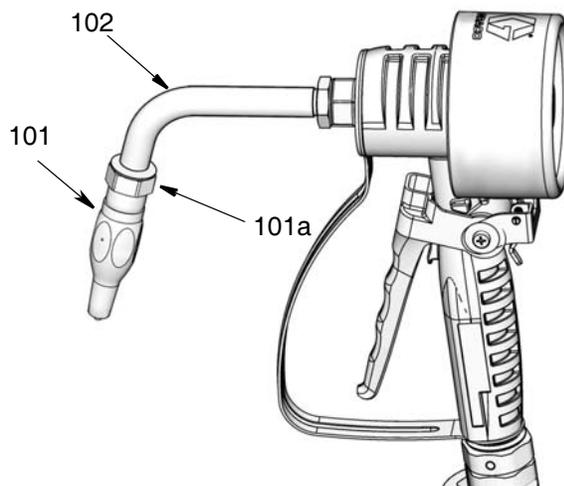

FIG. 7
5. Instale la boquilla (101):
**NOTA:** No utilice cinta PTFE ni sellante en las roscas de la boquilla (101). Esto podría causar fugas en el accesorio de conexión.
- a. Enrosque la boquilla (101) en la extensión (102) tal como se observa en la FIG. 7.
- b. Utilice una llave ajustable de extremo abierto en los lados planos del casquillo de la boquilla (101a) (FIG. 7) para apretar el accesorio de conexión.